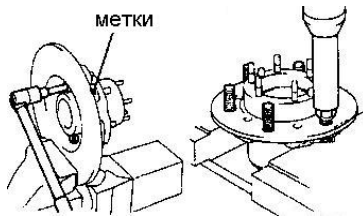

Рис. 4-23.
- нанесите метки на тормозном диске и ступице (если производится замена болтов) (рис. 4-23.);